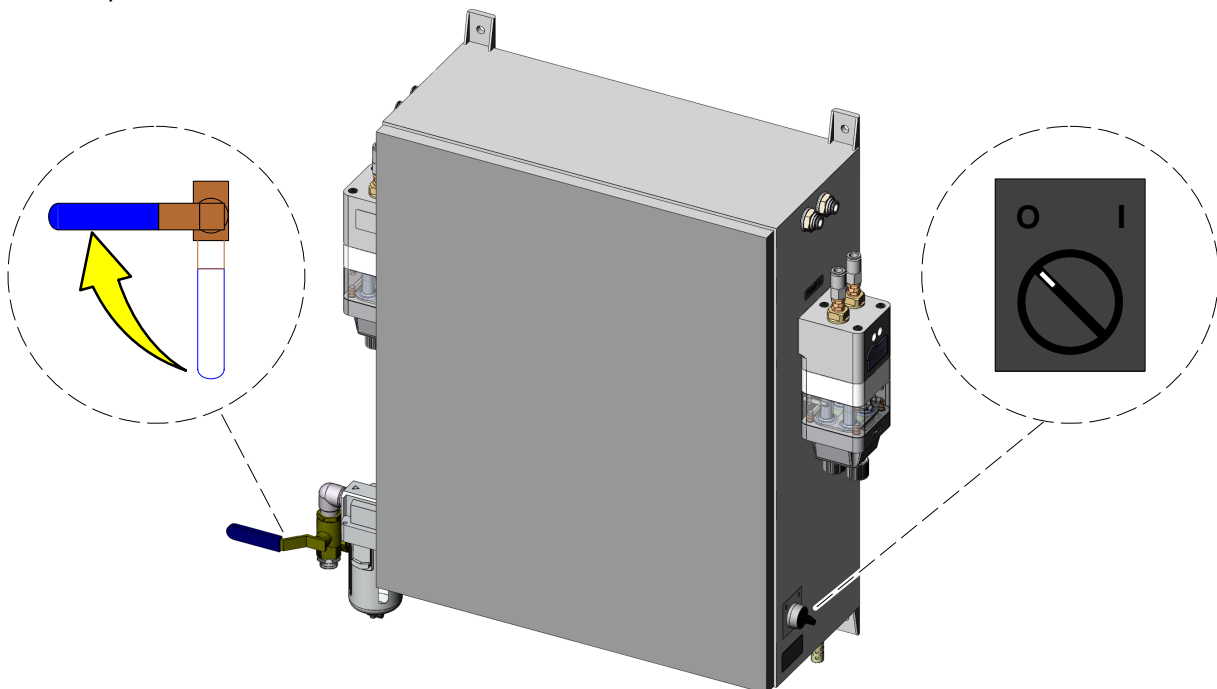

Fig. 1 *Coupe de l'alimentation pneumatique et électrique*
1. Voir la figure 1. Fermer la valve d'alimentation pneumatique et déclencher les pistolets pour libérer la pression.